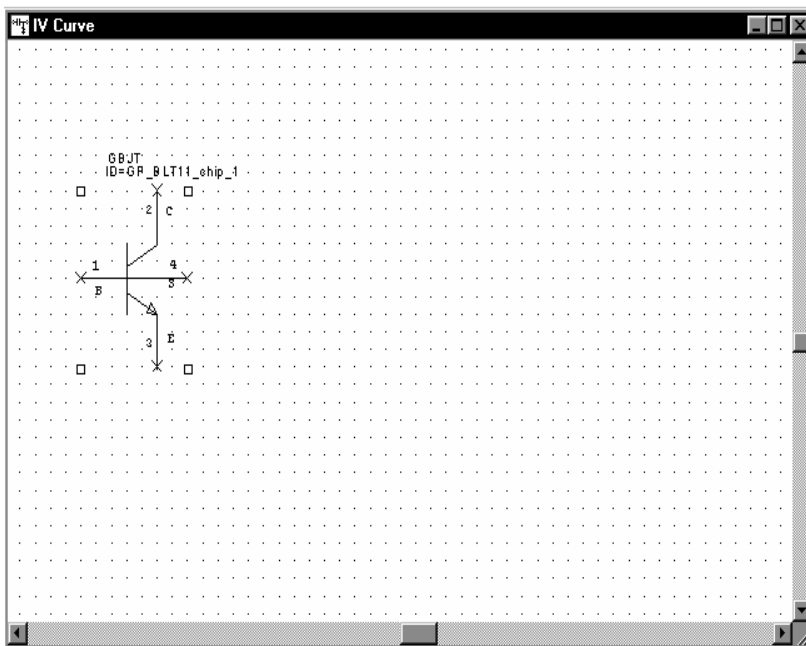

Рис. 3.2
6. Нажмите левой кнопкой мышки на модель **BLT11\_chip** и, не отпуская кнопки мышки, перетащите её в окно схемы, отпустите кнопку мышки, позиционируйте элемент как показано на рис. 3.2 и щёлкните левой кнопкой мышки, чтобы зафиксировать его.